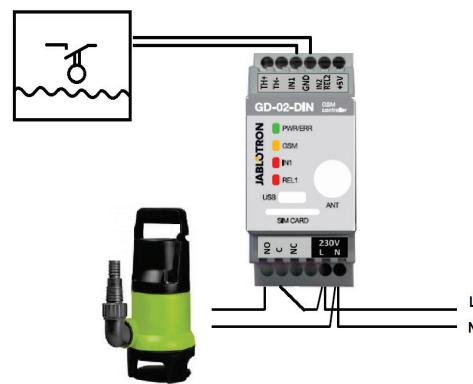

Figura 3: Monitorizar el nivel de agua máximo en un tanque con un desagüe automático de agua usando bomba de agua.
- Este diagrama muestra la conexión del sensor de nivel a las entradas IN1 y GND. La potencia de salida del REL1 cambia a 230 V para alimentar la bomba de agua, ver Figura 3.